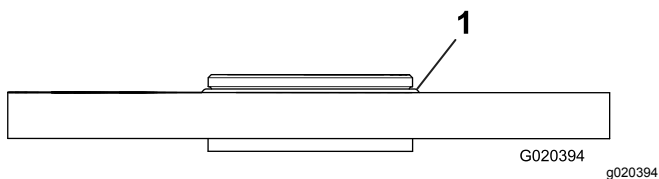

図 8
14. ローラブラシのハウジングにOリングがついていることを確認する図7と図8。